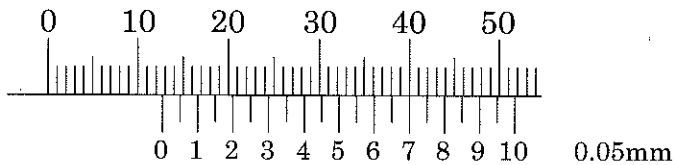

図6
(2) この製品をノギスで測定したところ、図6のようになった。このときの寸法を解答用紙の (d) 欄に、小数第2位まで記入しなさい。